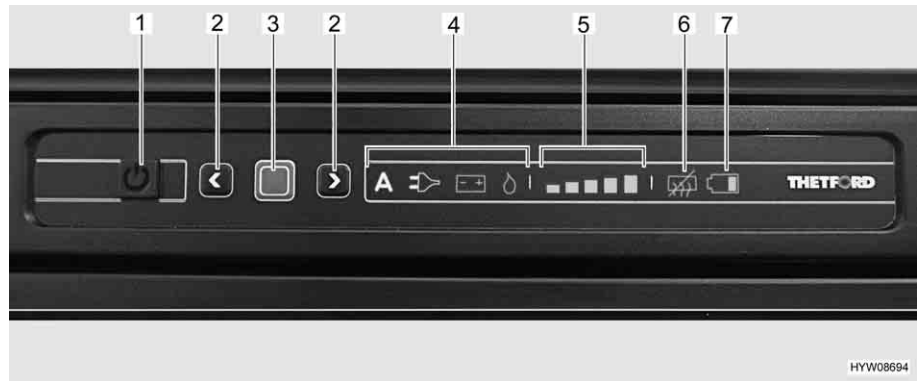

Bild 168 Bedienelemente für den Kühlschrank
Nach dem Einschalten wählt der Kühlschrank automatisch die zuletzt eingestellte Thermostateinstellung. Diese Einstellung kann manuell mit den Pfeiltasten (Bild 168,2) nachgeregelt werden. Die Leuchtbalken der Kühlstufenanzeige (Bild 168,5) zeigen die gewählte Thermostateinstellung an.
Mit den Pfeiltasten (Bild 168,2) wird die Kühltemperatur für alle drei Energiearten eingestellt. Es dauert einige Stunden, bis der Kühlschrank die eingestellte Betriebstemperatur erreicht hat. Beim Umschalten der Betriebsart wird die Thermostateinstellung beibehalten. Die Kühltemperatur wird unabhängig von der Energieart beibehalten.
- Taster Ein/Aus (Bild 168,1) 1 Sekunde lang drücken. Taster leuchtet grün auf. Die Anzeigen leuchten 10 Sekunden lang und werden dann aus Energiespargründen gedimmt.
- Bestätigungstaste (Bild 168,3) drücken. Die aktuelle Einstellung der Betriebsart wird angezeigt.
- Bestätigungstaste (Bild 168,3) ca. 2 Sekunden lang drücken. Die Betriebsartensymbole (Bild 168,4) blinken.
- Mit den Pfeiltasten (Bild 168,2) die gewünschte Betriebsart auswählen.
- Bestätigungstaste (Bild 168,3) ca. 2 Sekunden lang drücken. Die Betriebsartensymbole blinken.
- Bestätigungstaste erneut drücken. Die Anzeige der Kühlstufen (Bild 168,5) blinkt.
- Mit den Pfeiltasten (Bild 168,2) die gewünschte Kühlleistung einstellen.
- Taster Ein/Aus (Bild 168,1) ca. 2 Sekunden lang drücken. Alle Lampen erlöschen.
- Beide Pfeiltasten (Bild 168,2) gleichzeitig ca. 2 Sekunden lang drücken. Das Symbol "Anti-Kondensation aus" (Bild 168,6) leuchtet.
- Beide Pfeiltasten (Bild 168,2) gleichzeitig ca. 2 Sekunden lang drücken. Das Symbol "Anti-Kondensation aus" (Bild 168,6) erlischt.